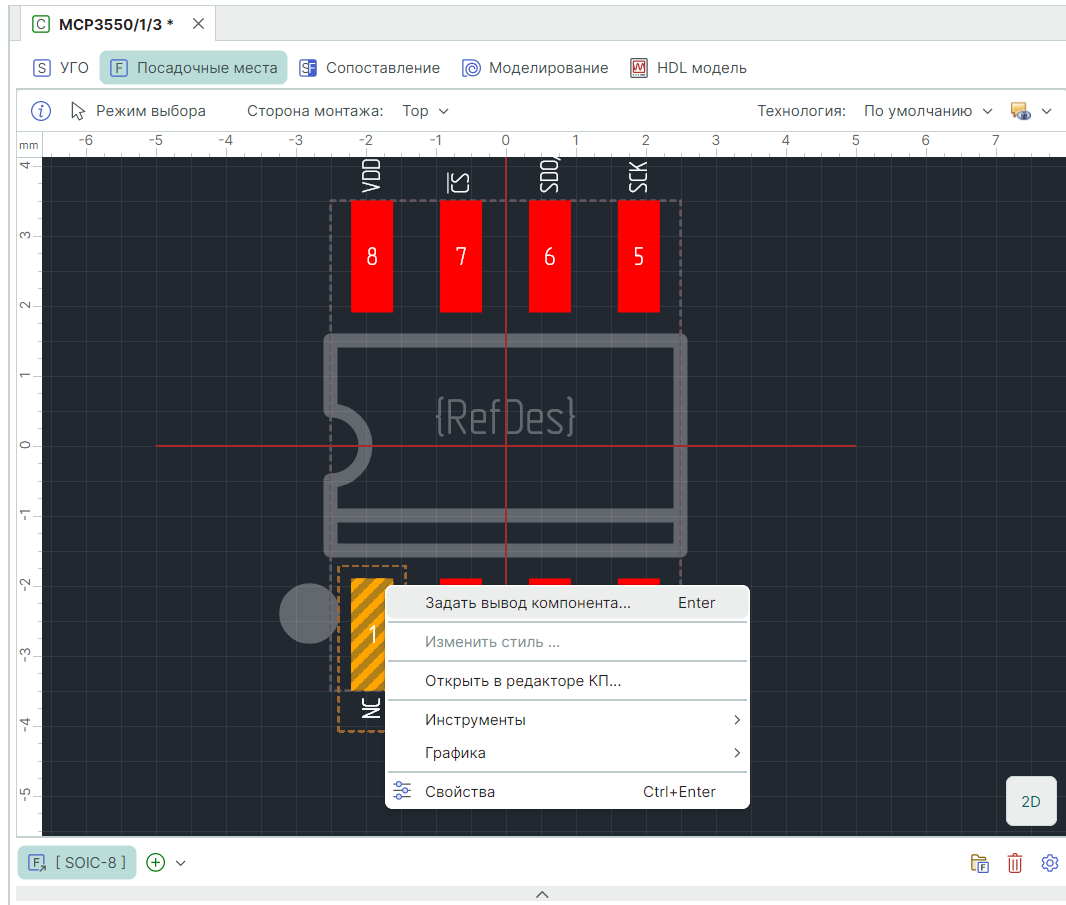

Рис. 277 Сопоставление КП через контекстное меню
2. В контекстном меню выберите «Задать вывод компонента», см. Рис. 277.